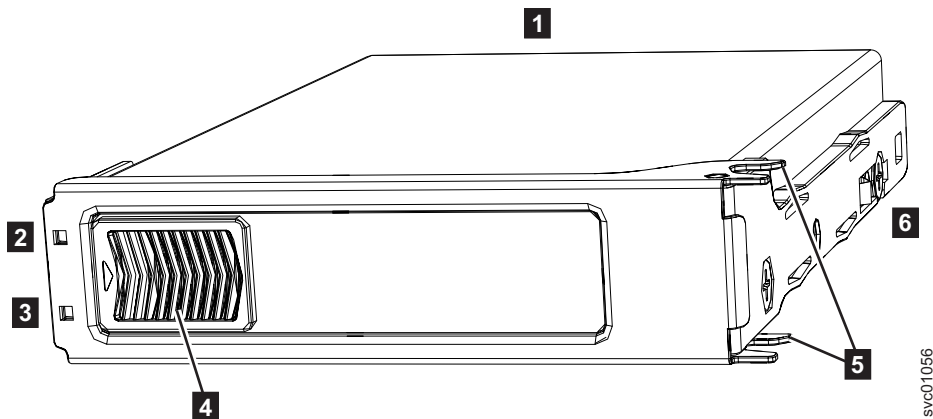

图 110. 驱动器组合件
2145-92F 扩展机柜支持 92 个驱动器。图 110 显示了驱动器组合件示例。
**注：**驱动器发生故障时，黄色故障指示灯将点亮（图 110 中的 **3**）。请勿更换驱动器，除非驱动器故障指示灯点亮，或者修复过程指示您这样做。点亮时，绿色指示灯显示驱动器上发生活动。